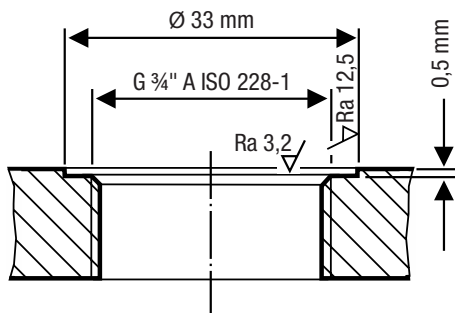
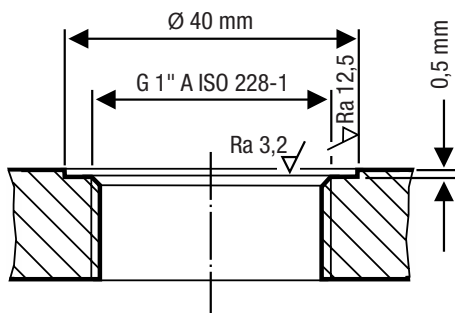

Fig. 14
Fig. 15
- Assurez-vous que les surfaces d'étanchéité du raccord fileté du réservoir ou du couvercle sont parfaitement usinées, voir Fig. 14 et Fig. 15.
Les surfaces d'étanchéité doivent être usinées conformément à la Fig. 14 et à la Fig. 15 et techniquement parfaites.